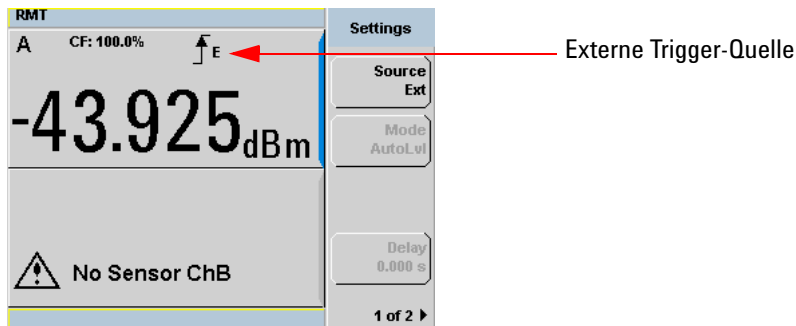
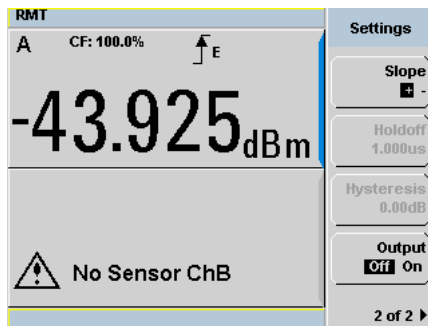

Abbildung 2-21 Trigger-Einstellungsmenü 1 von 2
Abbildung 2-22 Trigger-Einstellungsmenü 2 von 2
- 7 Drücken Sie **Settings** (Einstellungen), um die verbleibenden Trigger-Parameter zu konfigurieren. Das Trigger-Menü **Settings** (Einstellungen) besteht aus zwei Seiten. Abbildung 2-21 zeigt Seite 1 und Abbildung 2-22 zeigt Seite 2.